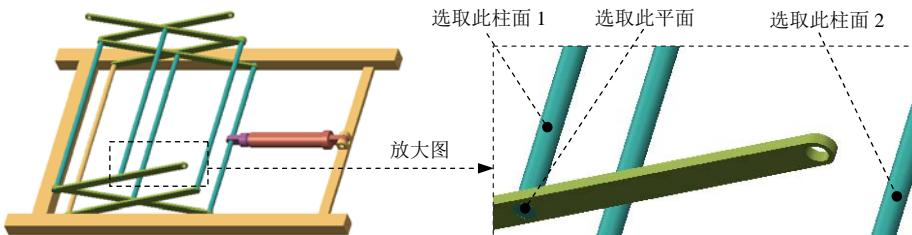
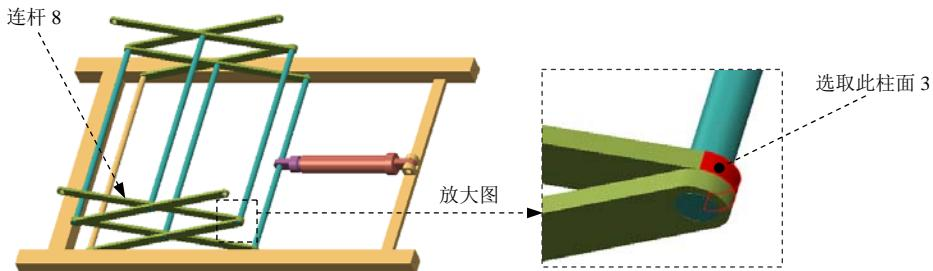

图 3.17.70 选取约束参考
图 3.17.71 装配连杆 8
(1) 单击操控板中的 **放置** 按钮，在模型中依次选取图 3.17.70 所示的柱面 1 和平面为新的约束参考。
(2) 在 **放置** 界面中删除现有的“圆柱”约束。
(3) 单击“新建集”字符，在“元件放置”操控板的机械连接约束列表中选择 圆柱 选项，选取图 3.17.70 所示的柱面 2 和图 3.17.71 所示的柱面 3 为约束参考。
Step4. 单击操控板中的 按钮，完成元件的复制，如图 3.17.71 所示。